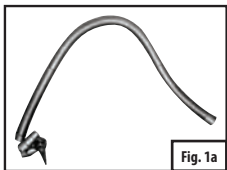

Fig. 1a - Lågtrycksslang och -adapterar
- Pumpen inkluderar 2 slangar med olika ventiladapterar. Bekanta dig med dessa ventiladapterar innan du använder pumpen (se fig. 1a, 1b och 2a, 2b nedan).
2. Välj lämplig slang/adapter för fyllnadsventilen på din produkt (se fig. 1a, 1b, 2a och 2b).